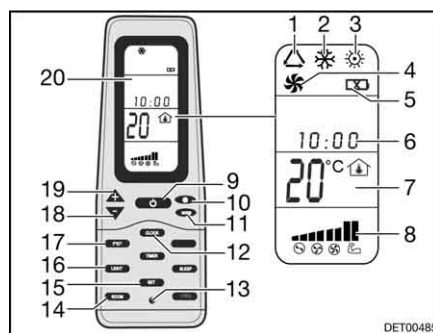

Bild 155 Fjärrstyrning
- Tryck på knappen ON/OFF (Bild 155,9).
- Tryck så många gånger på knappen "Mode" (Bild 155,11) tills önskad driftstyp (Bild 155,1, 2, 3 eller 4) visas på displayen (Bild 155,20).
- Ställ in önskad temperatur med knapparna "+" (Bild 155,19) och "-" (Bild 155,18).
- Med knappen Fläktvarvtal (Bild 155,10) väljs önskad fläktkapacitet.